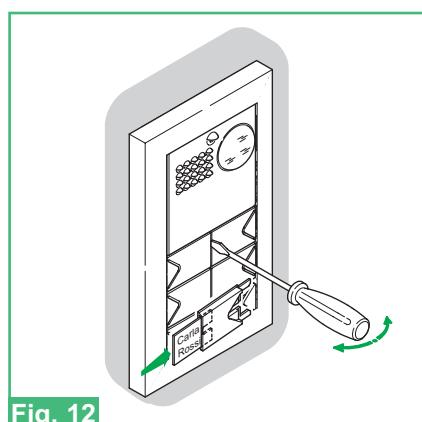

Fig. 12
- Fig. 12** Montaggio/Smontaggio cartellini
- Fig. 12** Assembly / Dismantling labels
- Fig. 12** Pose/dépose étiquettes
- Fig. 12** Aanbrengen / verwijderen naamkaartjes
- Fig. 12** Montage / Demontage der Schilder
- Fig. 12** Montagem / Desmontagem das etiquetas
- Fig. 12** Montaje/Desmontaje de las etiquetas
- (I) **Descrizione monitor e informazioni utente.**